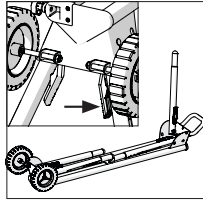

Fig. 2
- Apriete la palanca de bloqueo de la pata **(Fig. 2)** para liberar el pin de bloqueo y desplegar la pata. Repita el proceso en las cuatro patas.